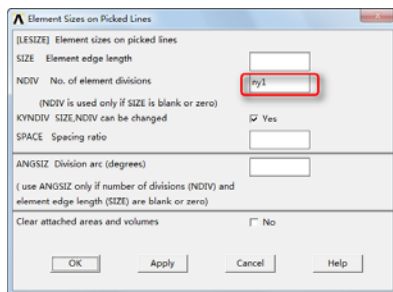

图 7-15 “Element Sizes on Picked Lines”对话框
⑤依次选择 Main Menu→Preprocessor→Meshing→Size Cntrls→ManualSize→Lines→Picked Lines，会弹出“Element Size on …”对话框，单击“Pick All”按钮，会弹出“Element Sizes on Picked Lines”对话框，如图 7-15 所示，在“NDIV No. of element divisions”输入框输入 ny1，单击“OK”按钮关闭该对话框。
⑧依次选择 Main Menu→Preprocessor→Meshing→Size Cntrls→ManualSize→Lines→Picked Lines，会弹出“Element Size on …”对话框，单击“Pick All”按钮，会弹出“Element Sizes on Picked Lines”对话框，如图 7-15 所示，在“NDIV No. of element divisions”输入框输入 ny1，单击“OK”按钮关闭该对话框。
⑪依次选择 Main Menu→Preprocessor→Meshing→Size Cntrls→ManualSize→Lines→Picked Lines，会弹出“Element Size on ...”对话框，单击“Pick All”按钮，会弹出“Element Sizes on Picked Lines”对话框，如图 7-15 所示，在“NDIV No. of element divisions”输入框输入 ny3，在“SPACE Space ratio”输入框中输入 ry3，单击“OK”按钮关闭该对话框。
⑭依次选择 Main Menu→Preprocessor→Meshing→Size Cntrls→ManualSize→Lines→Picked Lines，会弹出“Element Size on ...”对话框，单击“Pick All”按钮，会弹出“Element Sizes on Picked Lines”对话框，如图 7-15 所示，在“NDIV No. of element divisions”输入框输入 nx1，在“SPACE Space ratio”输入框中输入 rx1，单击“OK”按钮关闭该对话框。
⑯依次选择 Main Menu→Preprocessor→Meshing→Size Cntrls→ManualSize→Lines→Picked Lines，会弹出“Element Size on ...”对话框，单击“Pick All”按钮，会弹出“Element Sizes on Picked Lines”对话框，如图 7-15 所示，在“NDIV No. of element divisions”输入框输入 nx2，在“SPACE Space ratio”输入框中输入 1/rx2，单击“OK”按钮关闭该对话框。
⑲依次选择 Main Menu→Preprocessor→Meshing→Size Cntrls→ManualSize→Lines→Picked Lines，会弹出“Element Size on ...”对话框，单击“Pick All”按钮，会弹出“Element Sizes on Picked Lines”对话框，如图 7-15 所示，在“NDIV No. of element divisions”输入框输入 nx2，在“SPACE Space ratio”输入框中输入 rx2，单击“OK”按钮关闭该对话框。
㉓依次选择 Main Menu→Preprocessor→Meshing→Size Cntrls→ManualSize→Lines→Picked Lines，会弹出“Element Size on ...”选择对话框，单击“Pick All”按钮，会弹出“Element Sizes on Picked Lines”对话框，如图 7-15 所示，在“NDIV No. of element divisions”输入框输入 nx3，在“SPACE Space ratio”输入框中输入 rx3，单击“OK”按钮关闭该对话框。
26 依次选择 Main Menu→Preprocessor→Meshing→Size Cntrls→ManualSize→Lines→Picked Lines，会弹出“Element Size on ...”对话框，单击“Pick All”按钮，会弹出“Element Sizes on Picked Lines”对话框，如图 7-15 所示，在“NDIV No. of element divisions”输入框输入 ny1，单击“OK”按钮关闭该对话框。
29 依次选择 Main Menu→Preprocessor→Meshing→Size Cntrls→ManualSize→Lines→Picked Lines，会弹出“Element Size on ...”对话框，单击“Pick All”按钮，会弹出“Element Sizes on Picked Lines”对话框，如图 7-15 所示，在“NDIV No. of element divisions”输入框输入 nr1，单击“OK”按钮关闭该对话框。
32 依次选择 Main Menu→Preprocessor→Meshing→Size Cntrls→ManualSize→Lines→Picked Lines，会弹出“Element Size on ...”对话框，单击“Pick All”按钮，会弹出“Element Sizes on Picked Lines”对话框，如图 7-15 所示，在“NDIV No. of element divisions”输入框输入 nx2，在“SPACE Space ratio”输入框中输入 1.5，单击“OK”按钮关闭该对话框。